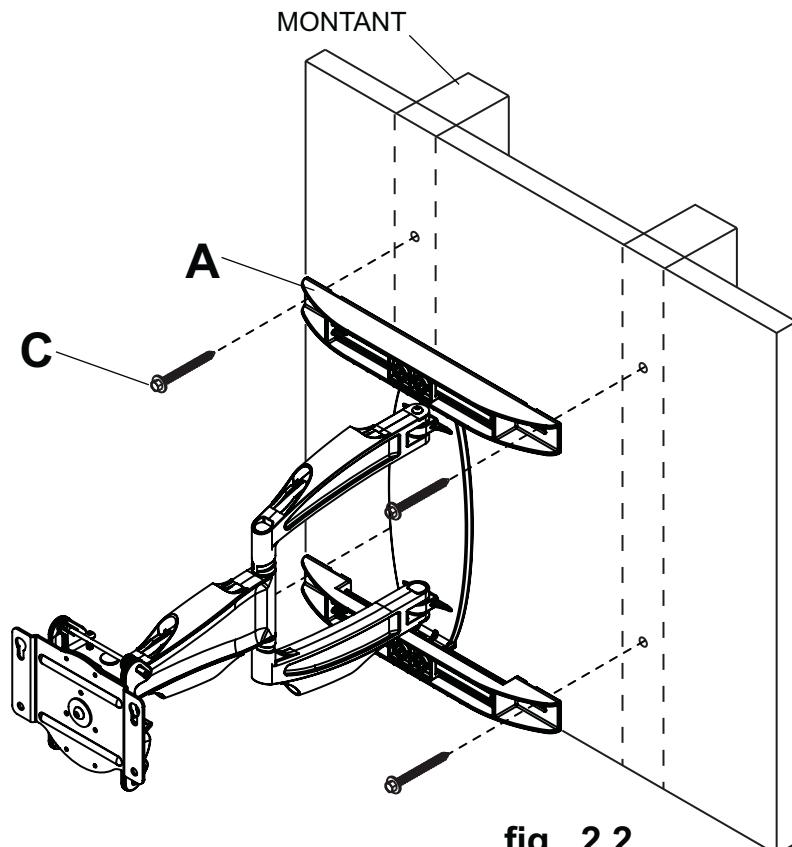

fig. 2.2
2 À l'aide d'un localisateur de montants, repérez et marquez les bords des montants en bois. L'utilisation d'un localisateur de montants « bord à bord » est fortement recommandée. À l'aide d'un niveau, tracez une ligne verticale le long du centre de chaque montant. Mettez le gabarit de la plaque murale à niveau sur le mur et marquez le centre des quatre trous de fixation au centre de chaque montant en bois. Les trous de fixation supérieurs doivent être situés à une distance « X » au-dessus de l'endroit souhaité pour le centre de l'écran comme illustré à la figure 2.1, selon le tableau 1 ci-dessous. Percez quatre trous de 3/16 po (5 mm) de dia. à une profondeur de 3 po (76 mm). Fixez le bras mural (A) au mur à l'aide de quatre vis à bois (C) comme illustré à la figure 2.2. Mettez la plaque murale à niveau, puis serrez toutes les fixations.